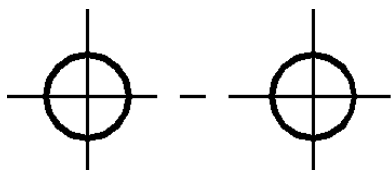

Рис. 72
6. Выполните овальный вырез, используя команды **Отрезок**, **Обрезать** (рис. 72...74).